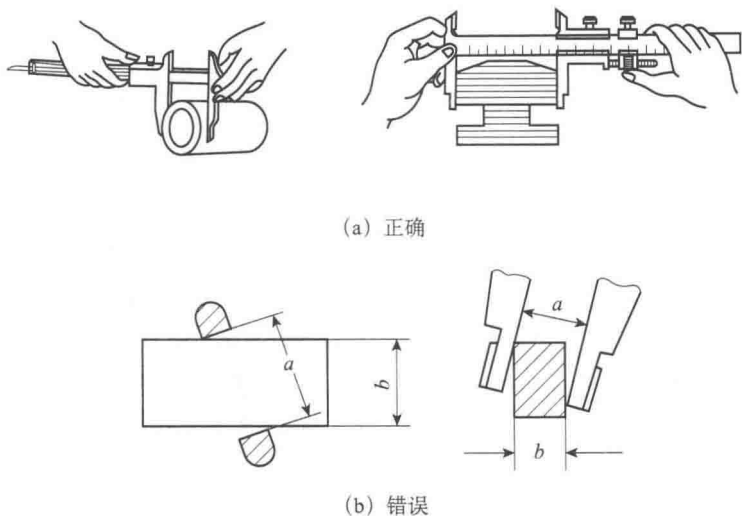

图 1-4 测量外尺寸时正确与错误的位置
(3) 当测量零件的外尺寸时, 卡尺两测量面的连线应垂直于被测量表面, 不能歪斜。测量时, 可以轻轻摇动卡尺, 放正垂直位置, 如图 1-4 所示。
否则, 量爪若在如图 1-4 所示的错误位置上, 将使测量结果  $a$  比实际尺寸  $b$  要大; 先把卡尺的活动量爪张开, 使量爪能自由地卡进工件, 把零件贴靠在固定量爪上, 然后移动尺框, 用轻微的压力使活动量爪接触零件。如卡尺带有微动装置, 此时可拧紧微动装置上的固定螺钉, 再转动调节螺母, 使量爪接触零件并读取尺寸。绝不可把卡尺的两个量爪调节到接近甚至小于所测尺寸, 把卡尺强制卡到零件上。这样做会使量爪变形, 或使测量面过早磨损, 使卡尺失去应有的精度。